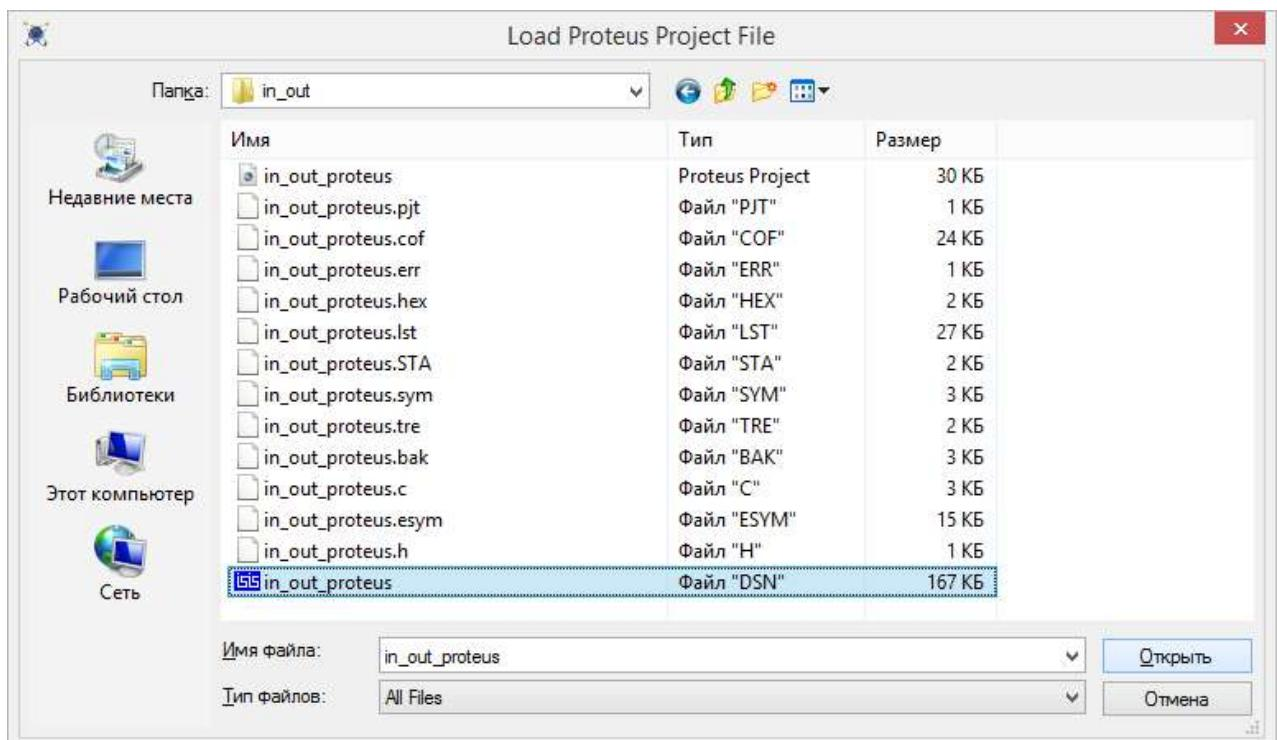

Рисунок 2.38 – Відкриття файлу проекту у середовищі моделювання «Proteus»
5. Відкрити файл проекту з розширенням \*.DSN (рис. 2.38).